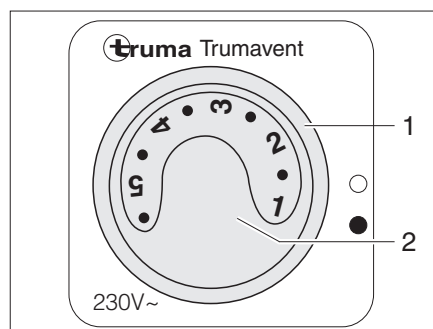

Fig. 106 Commutateur de commande du ventilateur à air pulsé (230 V)
- Mettre l'interrupteur tournant (Fig. 106,1) sur "●".
- Régler la puissance désirée du ventilateur à air pulsé à l'aide du bouton de commande (Fig. 106,2).
- Mettre l'interrupteur tournant (Fig. 106,1) sur "O".